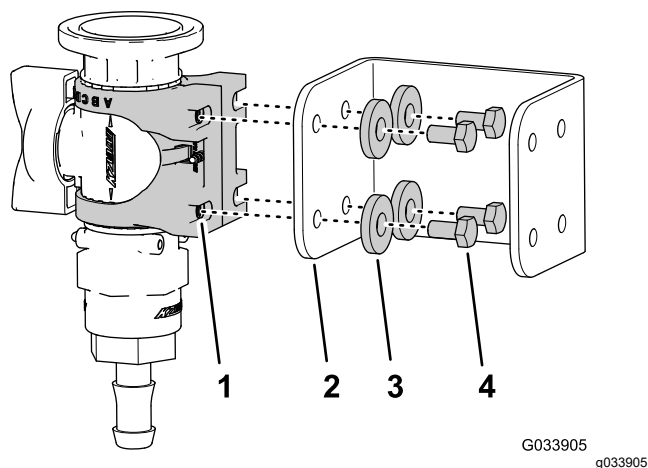

Figura 28
3. Montate il supporto della valvola sulla staffa della valvola di regolazione (Figura 28) con i 4 bulloni (6 x 12 mm) e 4 rondelle piane; serrate i bulloni a una coppia di 10–12 N·m.